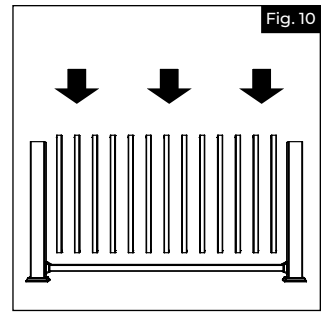

Fig. 10
- Enclencher tous les barreaux dans la traverse inférieure (Fig.10).